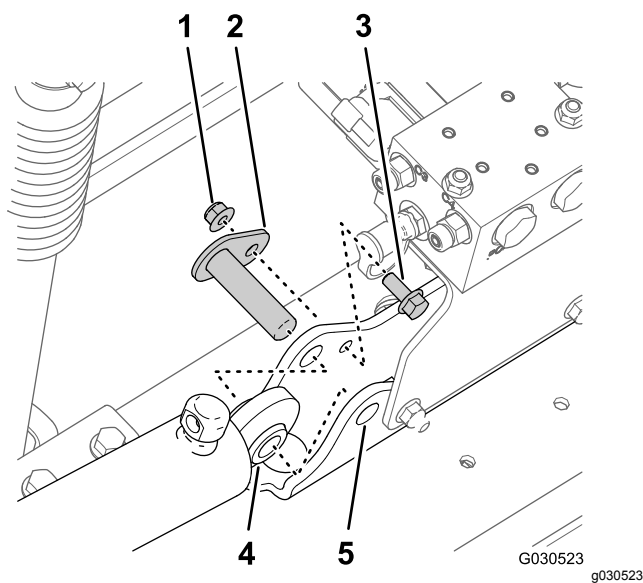

Рисунок 39
- Удалите фланцевую контргайку (5/16 дюйма) и болт с фланцевой головкой (5/16 x 3/4 дюйма), которые крепят ось поворота к креплению цилиндра (Рисунок 39).
- Снимите ось поворота и подъемный цилиндр с машины (Рисунок 39).